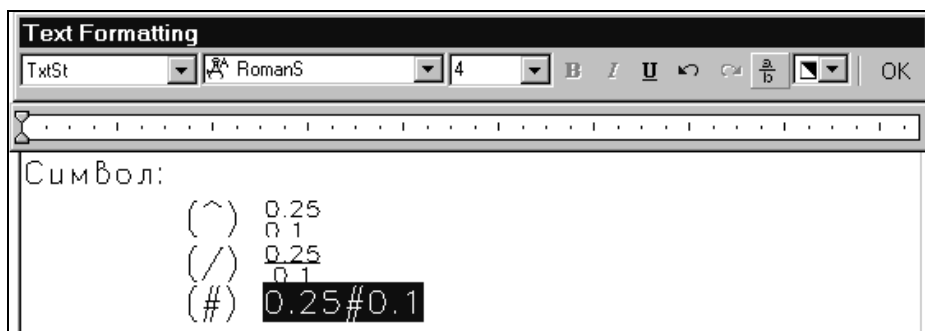

Рис. 9.9. Ввод двухэтажного текста
3. Для создания дробного текста в появившемся редакторе многострочного текста введите текст с разделителями между символами (рис. 9.9), которые необходимо преобразовать в двухэтажный текст. Текст, находящийся слева от разделителя, выводится над текстом, находящимся справа от него. Разделители имеют следующее назначение: